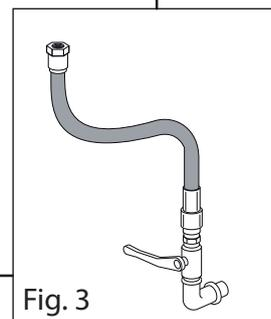

Fig. 3
En la red se debe instalar una válvula de seguridad antes de la línea de alimentación general, ésta debe ser de fácil localización y acceso por parte del operario (Fig. 3)
Al finalizar las operaciones descritas, cerrar la válvula de red (Fig. 3).
- Desatornillar el tornillo de la toma de presión (Fig. 3);